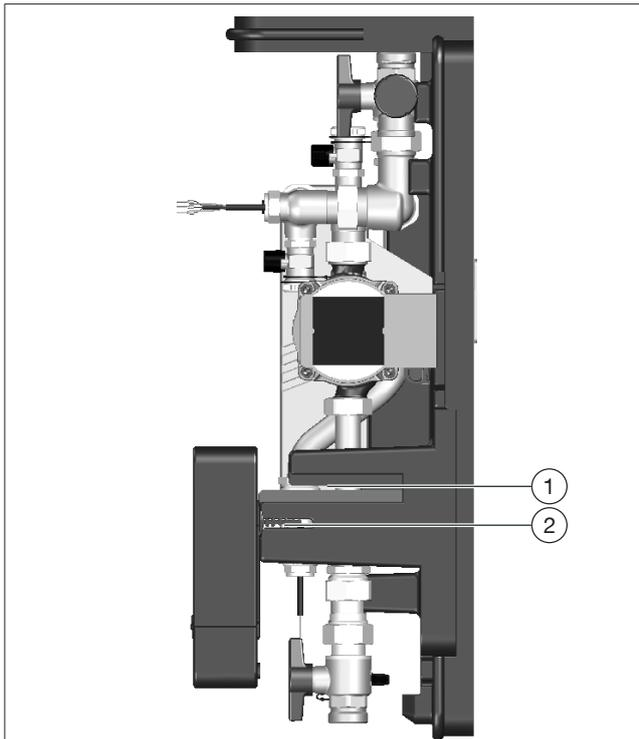

Abb. 23: Montageposition
2. Drehen Sie den Regler und fixieren Sie diesen in der Montageposition wie in Abb. 23 auf Seite 31.